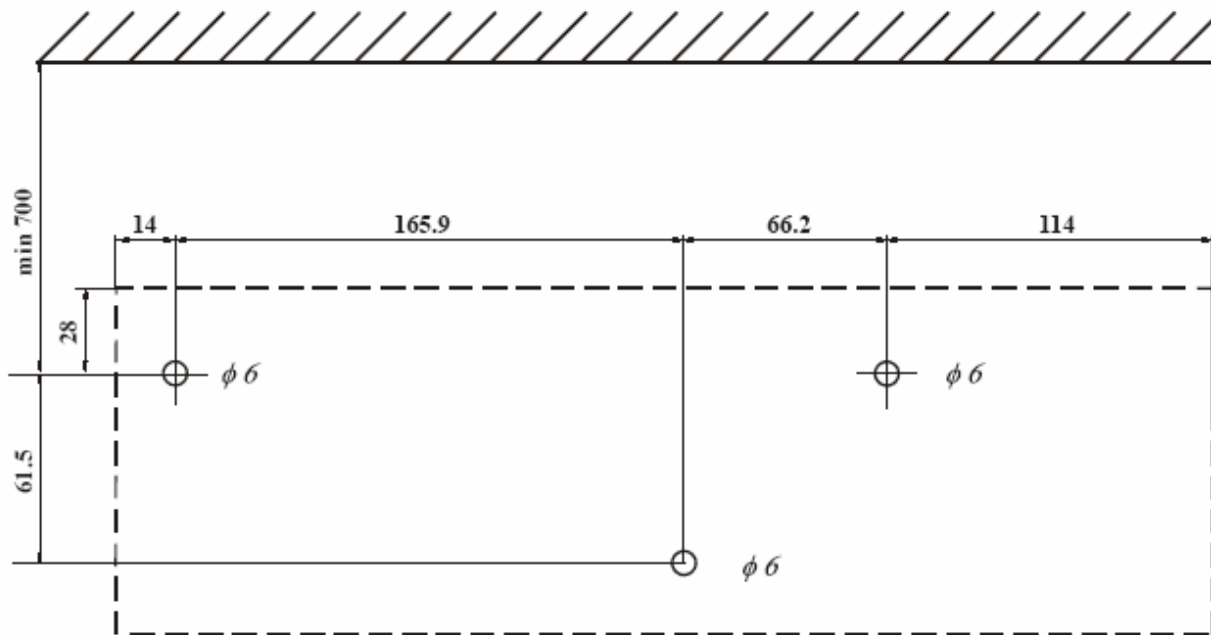

Рис. 5.4 Шаблон для просверливания отверстий в стене (расстояния даны в мм).
Порядок действий (см. рис. 5.4 и 5.5):
1. Просверлите 3 отверстия в стене, как показано на рис. 5.4 используя шаблон или сам кронштейн в качестве шаблона: убедитесь, что два крайних отверстия расположены строго горизонтально;